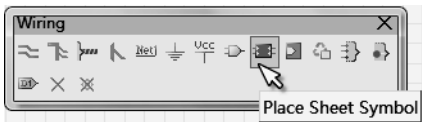
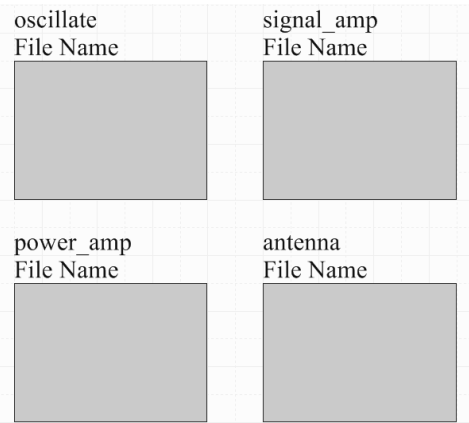

图 5-2-2 放置原理图模块按钮
图 5-2-3 命名四个模块
- (1) 在工程中新建原理图文件，命名为“TopSch.SchDoc”。将这个文件作为顶层原理图文件。
- (2) 单击图 5-2-2 中的放置原理图模块按钮或执行菜单命令 Place → Sheet Symbol，在“TopSch.SchDoc”原理图上放置四个原理图模块，将它们分别命名为 oscillate、signal_amp、power_amp 和 antenna，如图 5-2-3 所示。